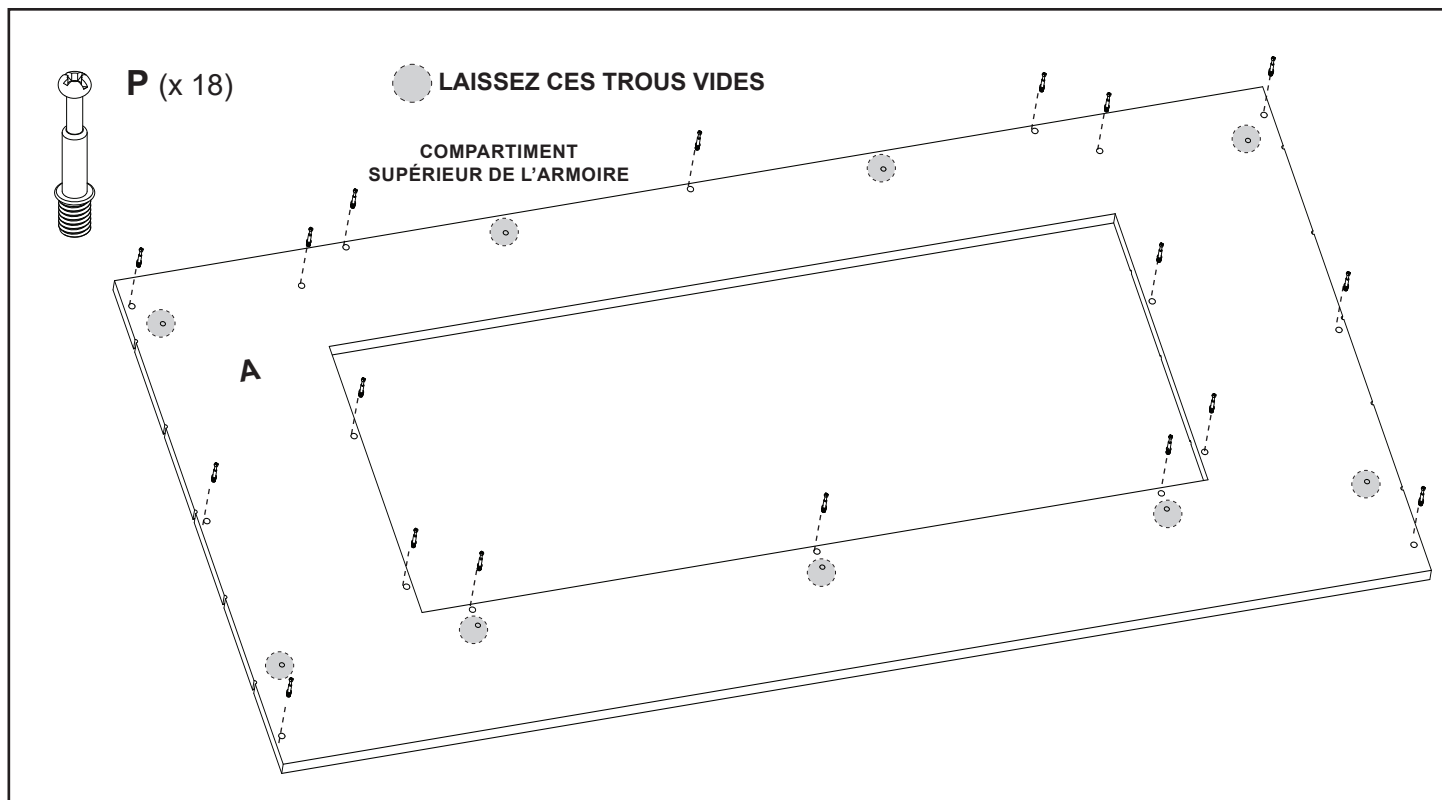

Figure 4
- Installez 18 axes de came (P) dans l'emplacement indiqué sur la figure 1. Référez-vous à l'étape 1 de la page 2 et à la figure 4.